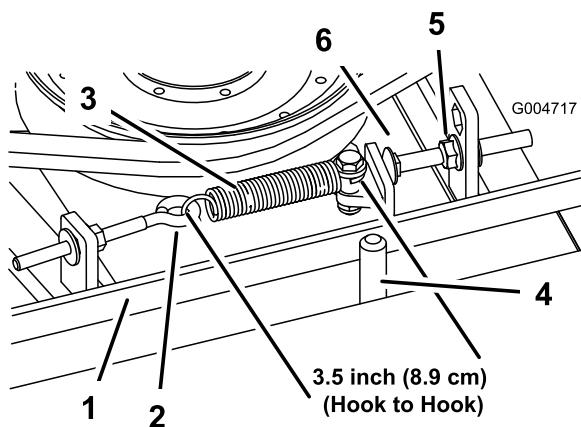

Figura 70
Cuando está correctamente tensado, la longitud del muelle de extensión (entre ganchos) debe ser de 8,9 cm \pm 6 mm aproximadamente (medida interior). Una vez que haya obtenido la tensión correcta del muelle, ajuste el perno de tope (perno de cuello cuadrado) hasta que quede aproximadamente 3 +1,5/0,0 mm de holgura entre la cabeza del perno y el brazo tensor (Figura 70).
Nota: Asegúrese de que la correa esté colocada en el lado del muelle de la guía de la correa (Figura 70).
2. Afloje el perno de ojal para poder retirar el muelle de extensión (Figura 70).
3. Afloje la tuerca con arandela prensada que fija el perno de tope a la pletina de montaje. Desenrosque la tuerca lo suficiente para permitir que el brazo tensor pase por el perno de tope (Figura 70). Aleje la polea tensora de la correa para aliviar la tensión de la correa.
8. Vuelva a conectar el muelle de extensión (Figura 70) al perno de ojal y tense la correa de la siguiente manera: